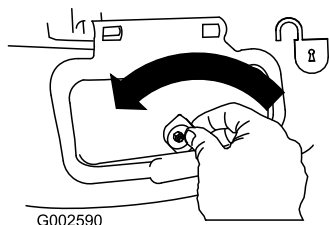

Figura 39
1. Sbloccate lo sportello di scarico laterale (Figura 39).